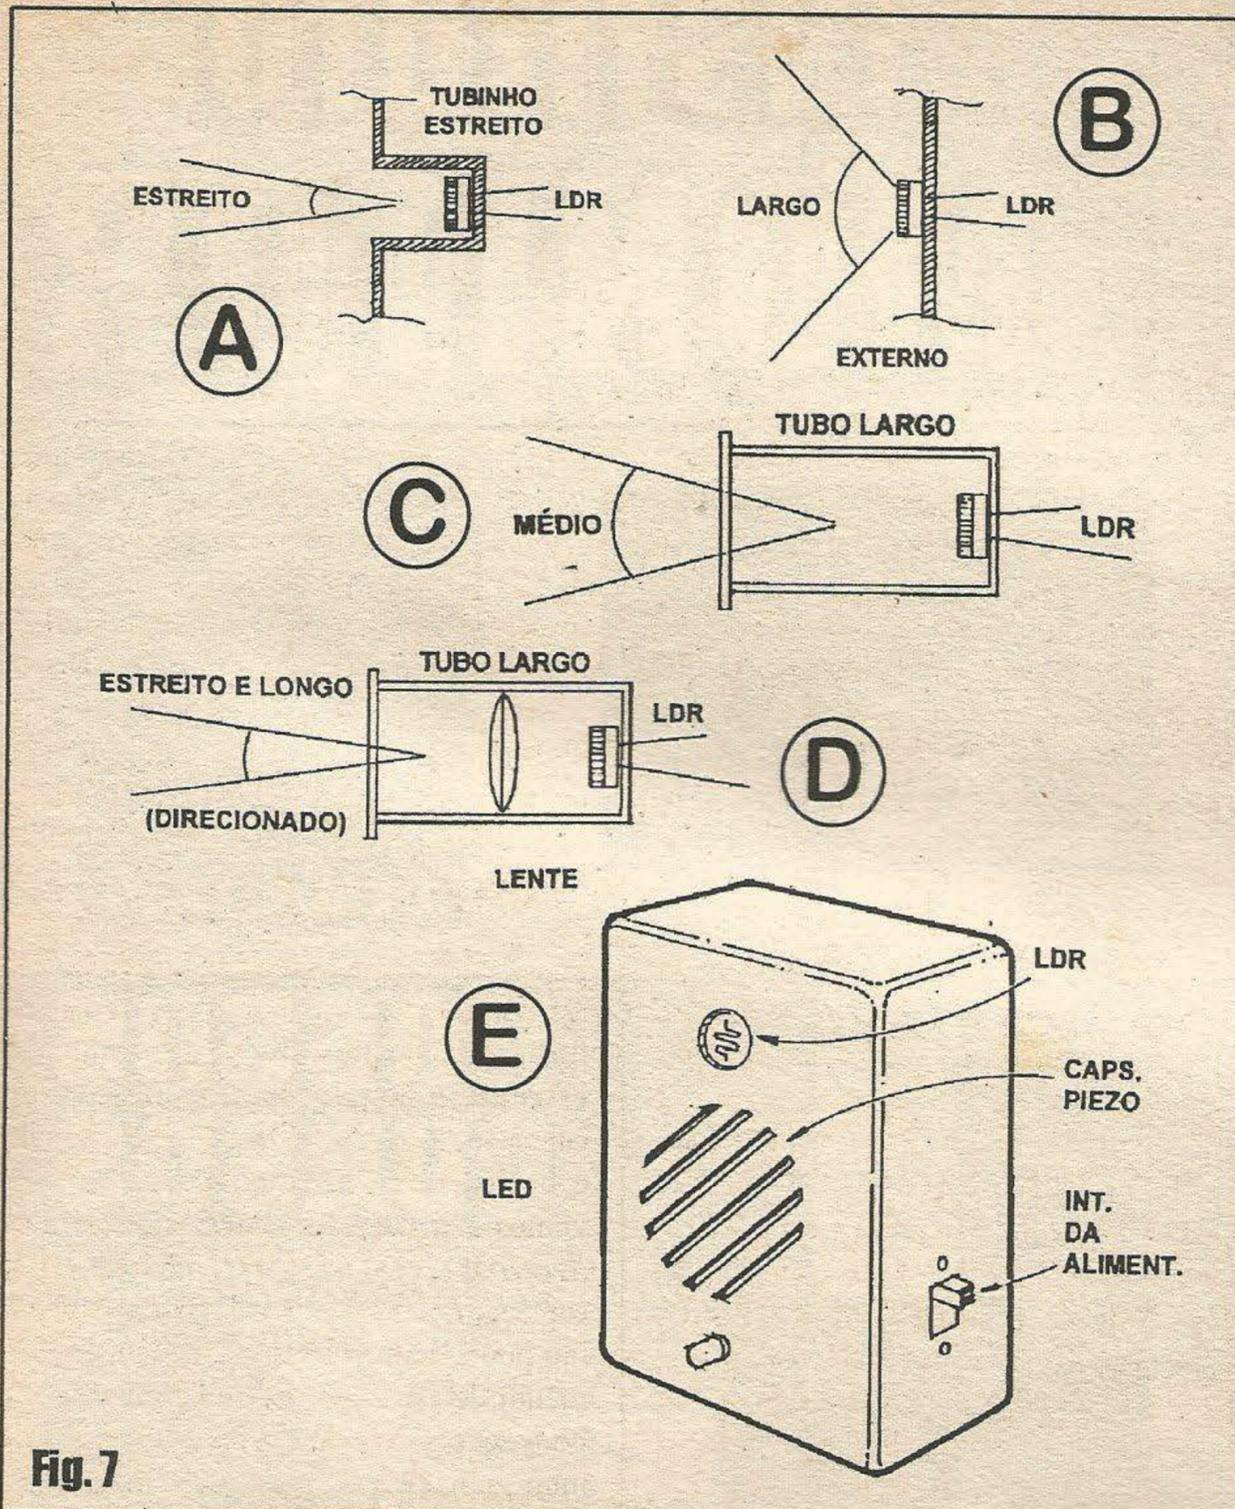

Fig. 7
**- FIG. 7 - CALIBRAÇÃO, OTIMIZAÇÃO ÓPTICA E SUGESTÃO PARA O ENCAIXAMENTO...** - Qualquer que seja o tipo de instalação ou número de sensores acoplados, a calibração do circuito é muito simples: liga-se a alimentação (nos parâmetros já indicados de tensão e corrente...) e gira-se o *trim-pot* até a extremidade de acionamento que proporcione o *apagamento* do LED piloto/monitor... Em seguida (ignorando o surgimento e eventual temporização do som de alarme...), o ajuste deve ser lentamente *retornado* (girando-se o *knobinho* incorporado ao *trim-pot* em sentido *contrário* ao anterior...), parando